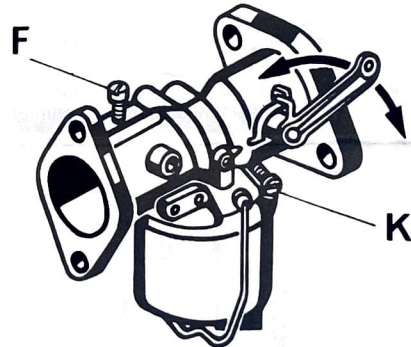

Bild 7
- Bei der Leerlaufdrehzahl des Motors kann das Kraftstoff/Luft Gemisch im Vergaser durch die verstellbare Luftregulierschraube (K, Bild 7) eingestellt werden. Luftregulierschraube sorgfältig schliessen, dann 1 1/4 Umdrehungen öffnen (Grundeinstellung). Motor warm laufen lassen.
- Mit der Leerlauf-Regulierschraube (F, Bild 7) die Motordrehzahl auf ca. 1000 U/Min. mittels Tourenzähler einstellen.
- Luftregulierschraube (K, Bild 7) hinein- bzw. heraus drehen, bis die Drehzahl nicht mehr steigt und der Motor gleichmässig läuft.
- Nun mit der Leerlauf-Regulierschraube (F, Bild 7) die gewünschte Leerlauf-Drehzahl einstellen. Der Motor sollte unverzüglich beschleunigen ohne auszusetzen. Ist dies nicht der Fall, so ist die Luftregulierschraube (K, Bild 7) in der Regel auf ein reicheres Gemisch bzw. seltener auf ein mageres Gemisch einzustellen.